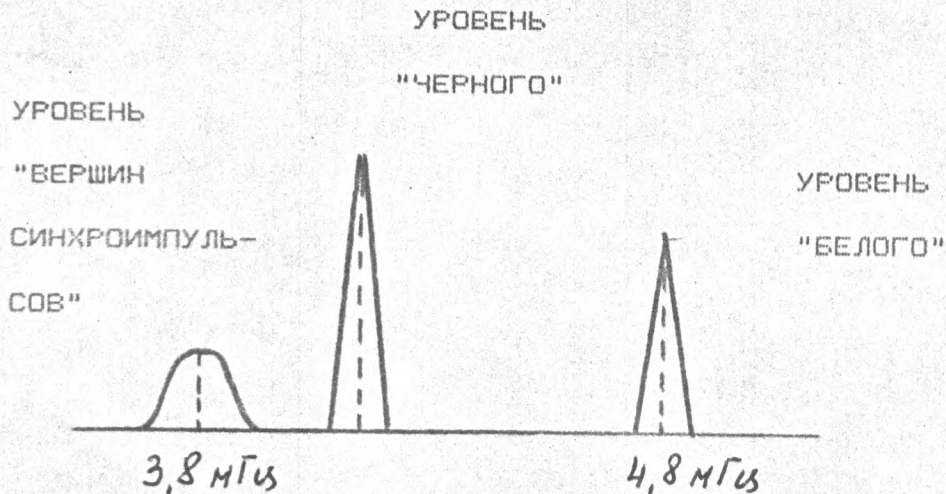

РИС. 7.5.
7.6.2.3. ПОДКЛЮЧИТЕ АНАЛИЗАТОР СПЕКТРА СК4-59 К К.Т. A3-X12 И РЕГУЛИРОВКОЙ КОНДЕНСАТОРА =A3-C76 И РЕЗИСТОРА A3-R23 ДОБИЙТЕСЬ РАССТАНОВКИ ЧАСТОТ ЧМ СИГНАЛА ПО ОТКЛИКАМ НА ЭКРАНЕ АНАЛИЗАТОРА (РИС.7.5)  $(3,8 \pm 0,05) \text{МГЦ}$  (УРОВЕНЬ "ВЕРШИН СИНХРОИМПУЛЬСОВ") И  $(4,8 \pm 0,05) \text{МГЦ}$  (УРОВЕНЬ "БЕЛОГО").